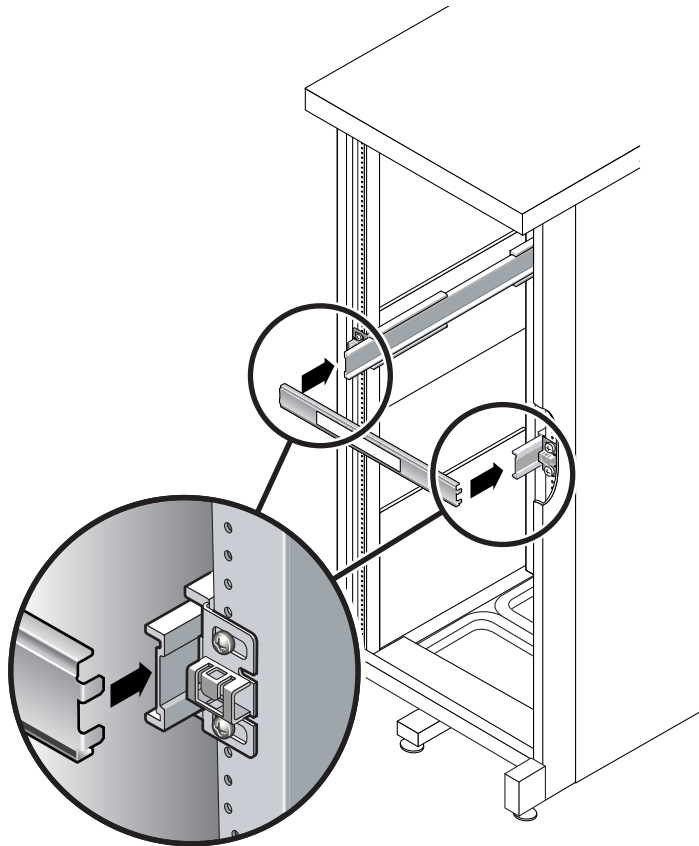

FIGURE 2-19 Utilisation de l'outil d'espacement pour régler la distance entre les rails coulissants
- a. À l'avant du rack, insérez le côté gauche de l'outil dans les fentes à l'extrémité du rail gauche (FIGURE 2-19).